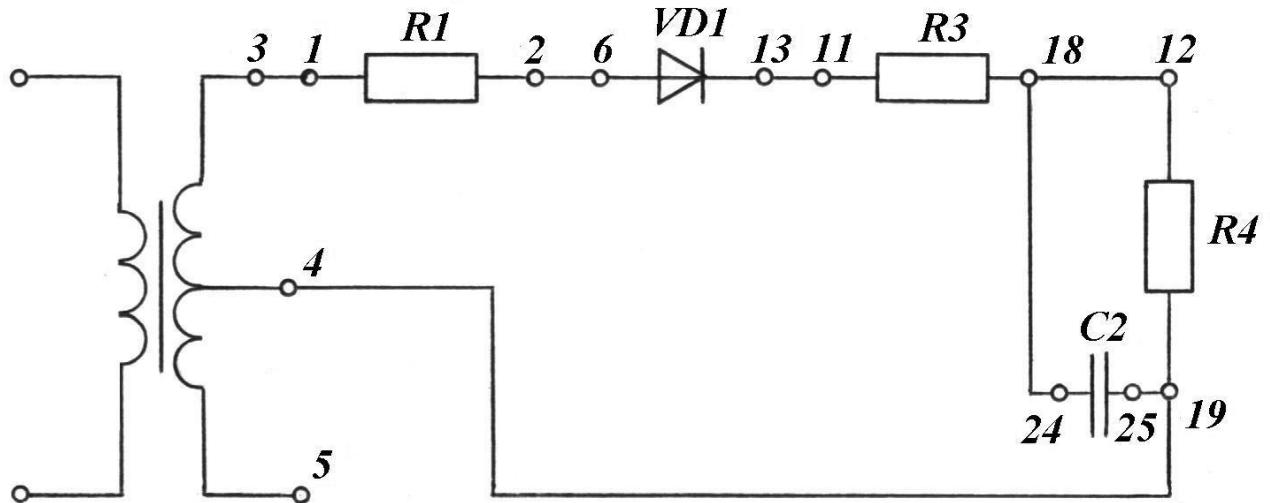

Рисунок 10.3 – Схема однополупериодного выпрямителя
2.1. Используя собранную предыдущую схему, дополнительно подключить параллельно нагрузке R_4 , конденсатор C_2 (рисунок 10.3).